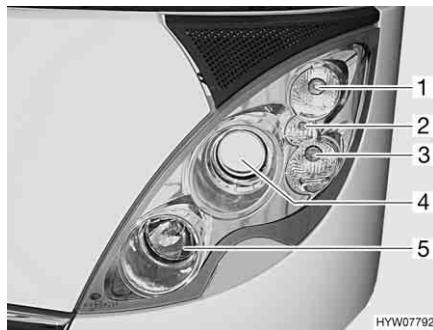
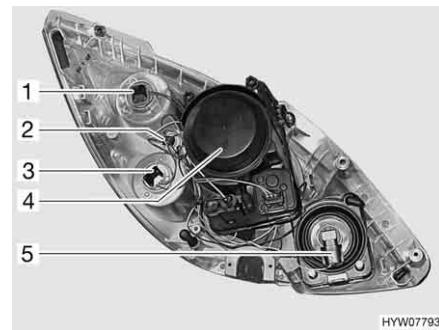

Bild 226 Frontscheinwerfer (Vorderseite)
Bild 227 Frontscheinwerfer (Rückseite)
(Bild 226,1 und Bild 227,1)**
**Standlicht (Bild 226,2 und
**Tagfahrlicht (Bild 226,3
**Abblendlicht (Bild 226,4
**Fernlicht (Bild 226,5 und